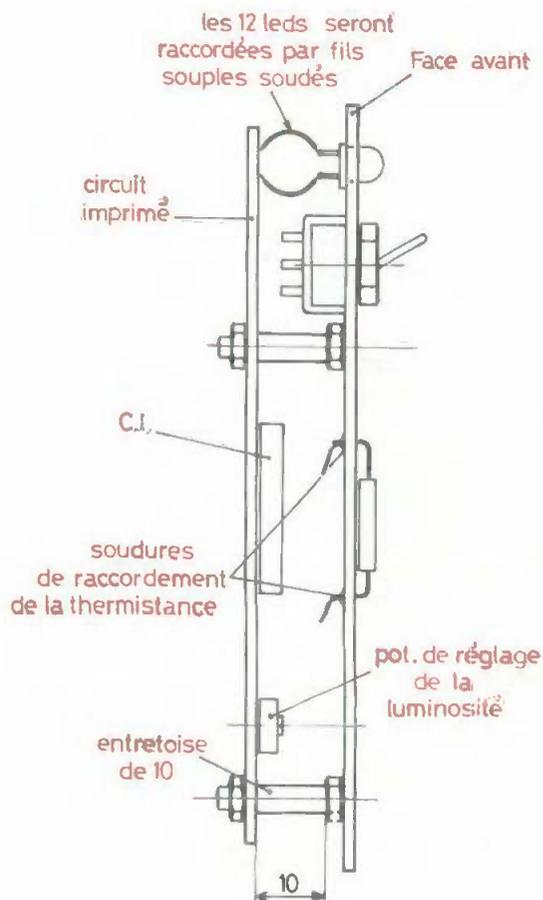

Fig. 5. - Montage mécanique de l'ensemble à l'aide d'entretoises.
L'implantation explicitée par la figure 3 vous donne la marche à suivre pour réaliser le câblage. Les leds sont montées sur la face avant et fixées à l'aide d'une colle du type Scotch, de là, raccordez-les par des fils souples au circuit imprimé, faites de même pour la thermistance. La figure 5 montre l'assemblage final avant la mise en boîte, toutefois un dernier trou est à pratiquer sur l'un des côtés du coffret, permettant de sortir le cordon d'alimentation.
La figure 4 aidera pour la procédure de câblage. On commencera par les résistances, puis le transistor. Ensuite on n'oubliera pas les quatre straps. On terminera par le circuit UAA 170, en évitant de trop chauffer les pattes et les diodes LED (16) en respectant l'orientation des broches : la figure 5 montre le repère sur le corps plastique des LEDS.